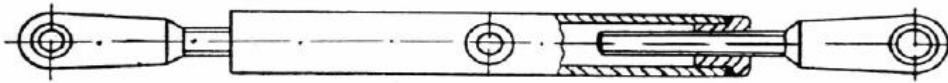

Fig 21
- Transmisii cu două tije cu filete diferite (fig 21);